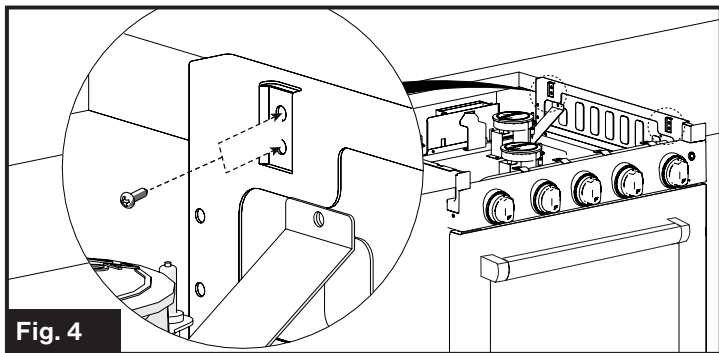

Fig. 4
- Fixez le four de la cuisinière dans l'ouverture de l'armoire à gauche et à droite à l'aide de quatre vis (Recommandation #8-15 x ¾ po type bois, non fournies) à gauche et à droite (2 vis de chaque côté). (Fig. 4)